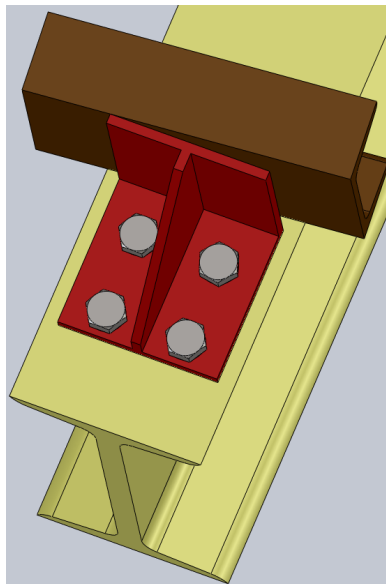

Рисунок 4 – Реалистичное нагружение упора
– из-за перекоса упора нагрузка действует неравномерно и прикладывается к боковому ребру передней грани упора, при этом все крепежные болты зажаты (рисунок 4).